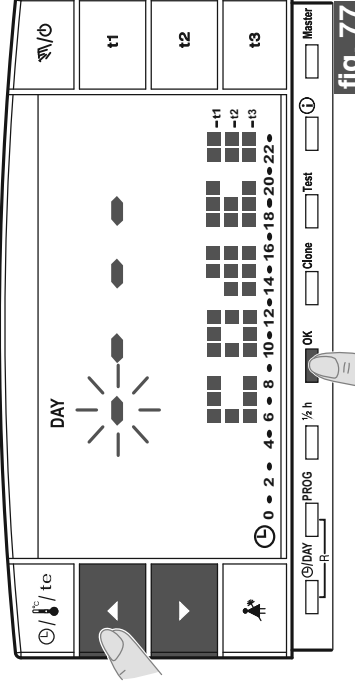

fig. 77
- En el pantalla aparecerá el mensaje **CoDe II** y el primer guión a la izquierda parpadeará (fig.77); registrar la **nueva contraseña** con las teclas **▲** y **▼** luego confirmar cada valor con la tecla **OK** (ejemplo fig. 78).
- Cuando en el pantalla aparezca el mensaje **CoDe II** registrar los 4 guiones (- - - -) y confirmar cada "guión" con la tecla **OK** (fig. 77).